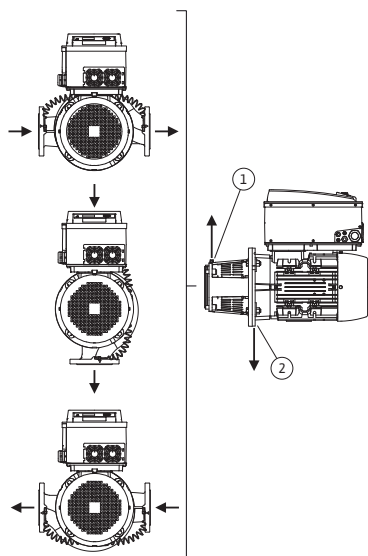
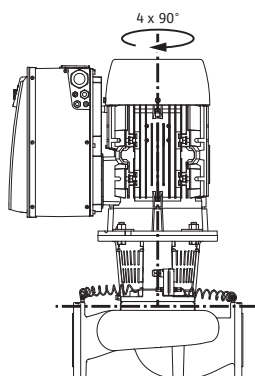

Fig. 18: Toegestane inbouwposities met horizontale motoras
Fig. 19: Toegestane inbouwposities met verticale motoras
De toegestane inbouwposities met horizontale motoras en elektronicamodule naar boven (0°) zijn in Fig. 18 weergegeven. De toegestane inbouwposities met zijwaarts gemonteerde elektronicamodule ($\pm 90^\circ$) zijn niet afgebeeld. Elke inbouwpositie behalve "Elektronicamodule naar beneden" (-180°) is toegestaan. De ontvluchting van de pomp wordt alleen gegarandeerd als het ontvluchtingsventiel naar boven is gericht (Fig. 18, pos. 1). Alleen in deze positie (0°) kan het condensaat gericht worden afgevoerd via aanwezige boorgaten, pomplantaarn en motor (Fig. 18, pos. 2). Verwijder daarvoor de stop aan de motorflens.
De toegestane inbouwposities met verticale motoras zijn in Fig. 19 weergegeven. Elke inbouwpositie behalve "Motor naar beneden" is toegestaan.
- Het ontluchtingsventiel op het lantaarnstuk (Fig. 6, pos. 1.31) moet bij een horizontale motoras altijd naar boven zijn gericht zijn (Fig. 6a en Fig. 6b). Bij verticale motoras is elke oriëntering toegestaan. Zie hiervoor ook Fig. 18: "Toegestane inbouwposities met horizontale motoras" op pagina 215 of Fig. 19: "Toegestane inbouwposities met verticale motoras" op pagina 215.
- Bij een horizontale motoras is de positie van de condensaatboring naar onderen vereist (Fig. 18, pos. 2). Eventueel moet de motor worden gedraaid.